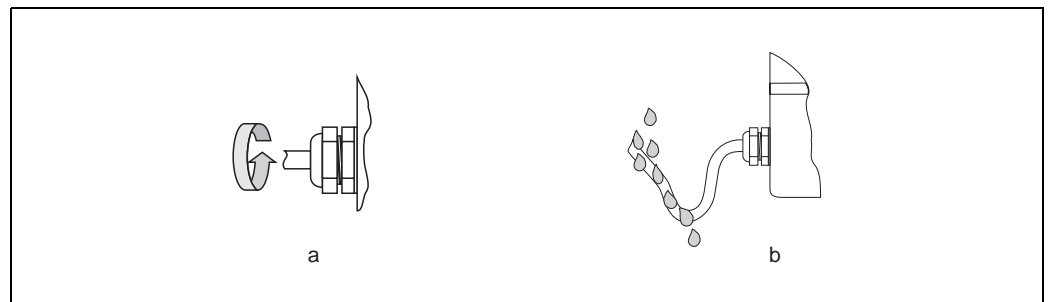

Abb. 19: Montagehinweise für Kabeleinführungen
- Die Kabeleinführungen müssen fest angezogen sein (Punkt **a** → Abb. 19).
- Das Kabel muss vor der Kabeleinführung in einer Schlaufe ("Wassersack") verlegt sein (Punkt **b** → Abb. 19). Auftretende Feuchtigkeit kann so nicht zur Einführung gelangen. Die Kabeleinführungen dürfen nicht nach oben gerichtet sein.